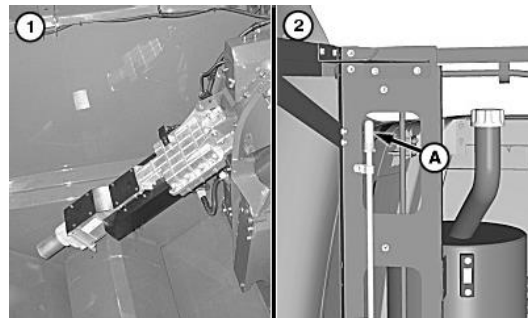

Рис.4.65 – Очищення датчика вологості (1) та заміна сапуна паливного баку (2)
1. Очистити датчик вологості (рис.4.65). Скласти розвантажувальний шнек та зняти плунжер для очищення датчика. Переконалися в чистоті комірки та зони за плунжером.
2. Замінити сапун (А) паливного баку (рис.4.65).